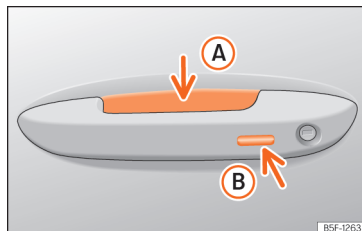

Fig. 74 Manípulo da porta: superfícies sensoras.
»» **Fig. 74**
- Toque na superfície sensora »» **Fig. 74 Ⓑ** situada no lado exterior do manípulo da porta. Todos os indicadores de direção piscam *uma* vez.
- Antes de passarem 5 segundos, toque uma vez no sensor do lado exterior do manípulo da porta »» Fig. 74 (B). Ao fazê-lo, não agarre o manípulo. O sistema Keyless Access fica desativado temporariamente.
- Na próxima vez o veículo só se poderá destrancar eletronicamente com a chave do veículo. Após a destrancagem seguinte, o sistema Keyless Access estará novamente ativado »» ①.
Para **fechar com a função de conforto** todas as janelas elétricas e o teto de vidro, mantenha um dedo durante uns segundos sobre a superfície sensora de bloqueio »» Fig. 74 (B) do manípulo da porta até que as janelas e o teto se tenham fechado.